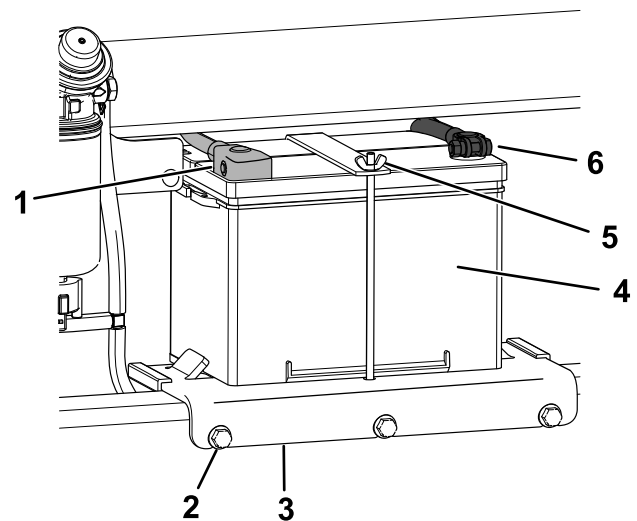

Figura 61
4. Desconecte el cable negativo de tierra (negro) del borne de la batería (Figura 61). Guarde las fijaciones.
- Desconecte el cable positivo (rojo) del borne de la batería (Figura 61). Guarde las fijaciones.
- Afloje los 3 pernos que sujetan la bandeja de la batería y retire la bandeja con la batería (Figura 61).
- Coloque la batería en la bandeja de la batería y sujétela con la tuerca de orejeta y la varilla (Figura 61).
- Instale la bandeja de la batería en la máquina y sujétela con los 3 pernos (Figura 61). Apriete los pernos a 41 N·m (30 pies-libra).
- Usando las fijaciones que retiró anteriormente, conecte el cable positivo (rojo) al borne positivo (+) de la batería (Figura 61).
- Usando las fijaciones que retiró anteriormente, conecte el cable negativo (negro) al borne negativo (-) de la batería (Figura 61).